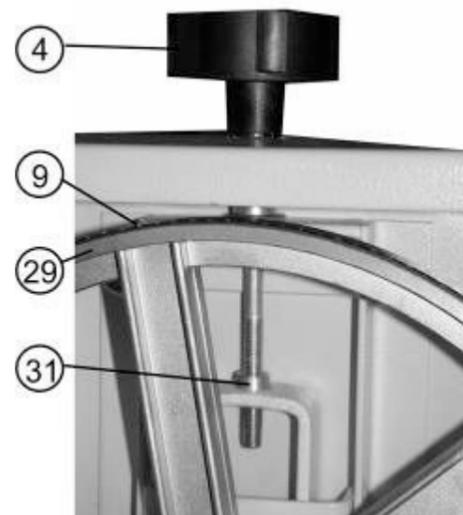

Рис.9
11.4. Регулировка натяжения пильной ленты (Рис.9)